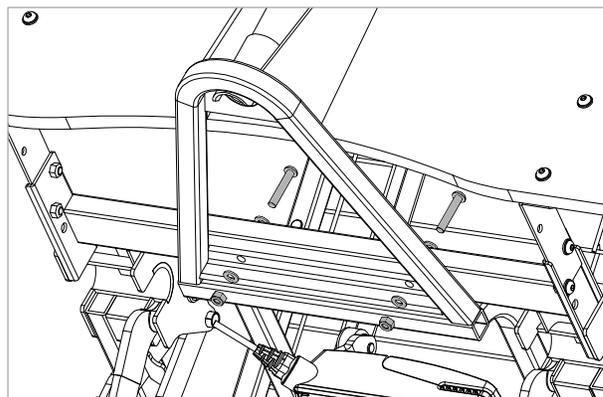

Figure 7.5.
5. Fixez le support de la potence en position avec les boulons, écrous et rondelles M8 (voir Figure 7.5). Serrez les boulons et les écrous à l'aide de la clé Allen de 5 mm et de la clé de 13 mm. Assurez-vous que le support est bien fixé et qu'il n'y a aucun mouvement entre le support et la barre du cadre de lit.